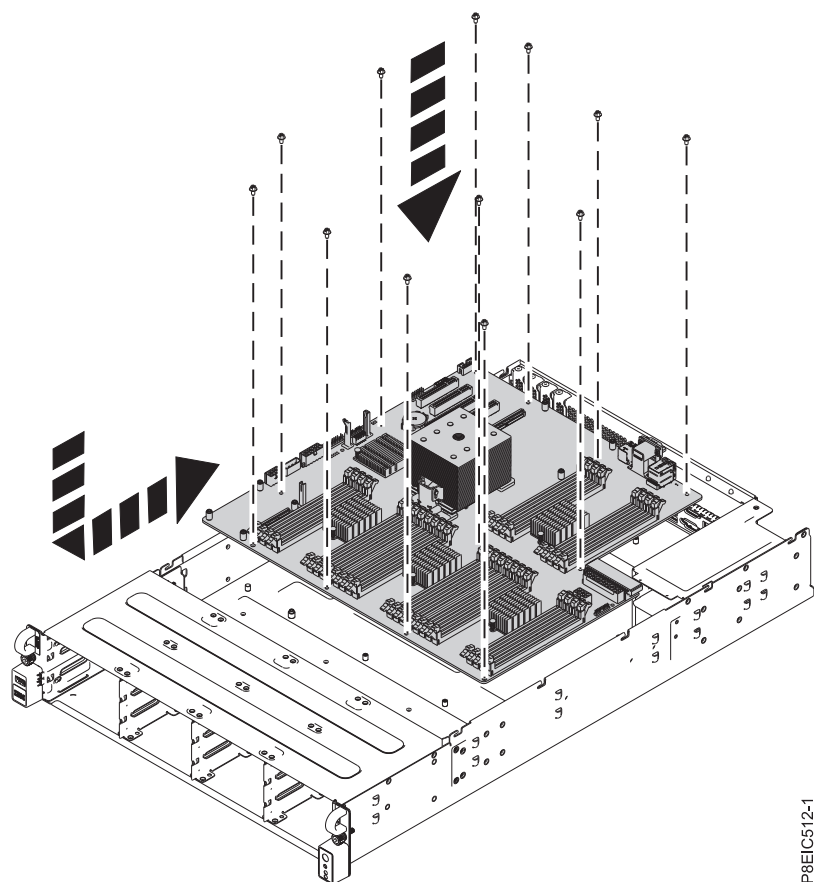

図 83. システム・バックプレーンの取り替え
13. 前面のケーブルを邪魔にならない位置に移動し、プロセッサ・ヒート・シンクを慎重に保持しながら、システム・バックプレーンをシャーシ内に下ろし、シャーシの背面に向けてスライドさせます。図 83を参照してください。